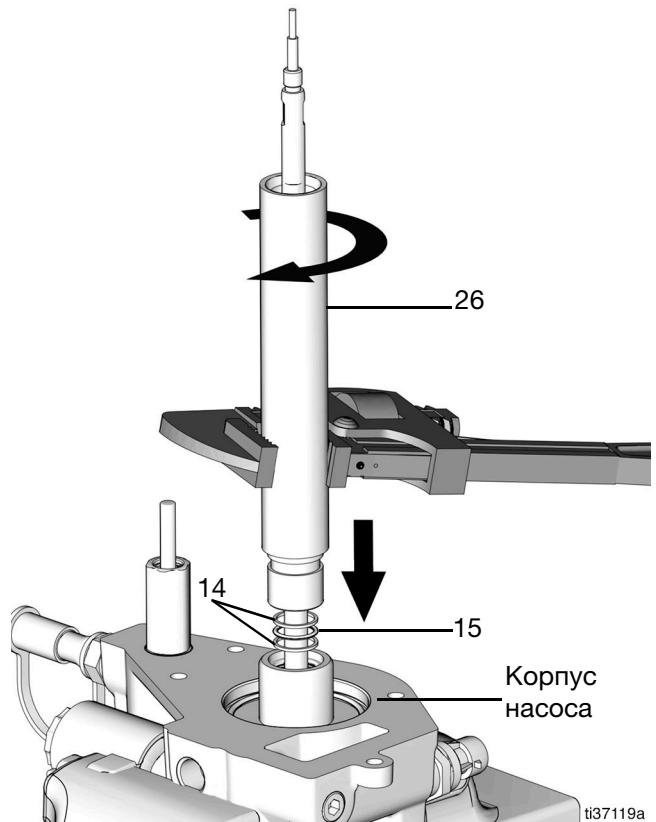

Рис. 55
8. Замените два вспомогательных кольца (14) и уплотнительное кольцо (15) новыми и смажьте небольшим количеством консистентной смазки (Рис. 55).
9. Поместите расширительную трубу (26) на шток насоса и затяните ее в корпусе насоса (момент затяжки: 43,4 Н•м, 32 фунт-фута) (Рис. 55). Нанесите резьбовую герметическую пасту средней фиксации.